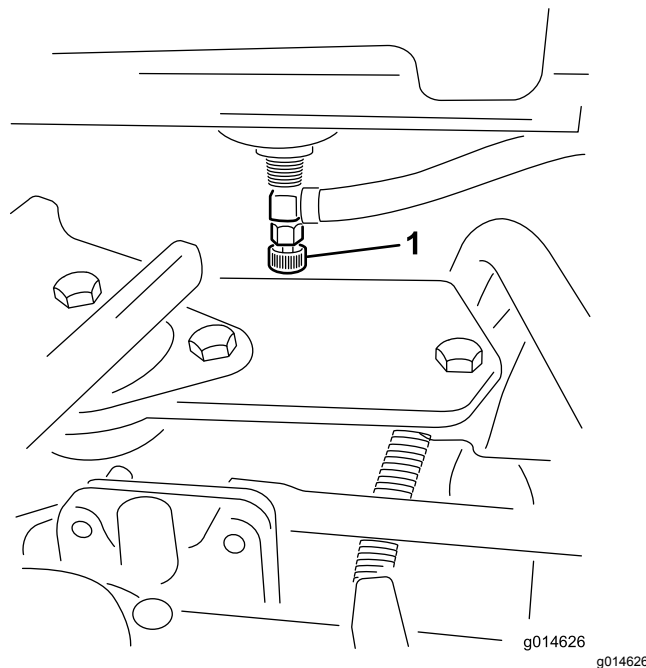

Figura 45
1. Chiudete la valvola di intercettazione del carburante (Figura 45) sotto il serbatoio del carburante.